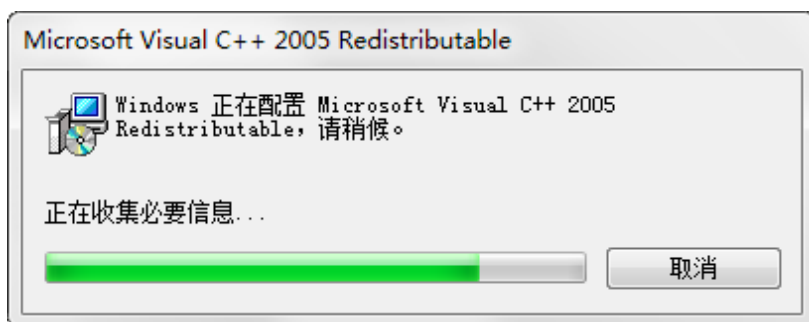

图 2.43 VC8 实时运行库安装进行中
- (2) 接下来 VC8 实时运行库便开始安装，如图 2.43 所示，完成后，安装界面将会自动消失。